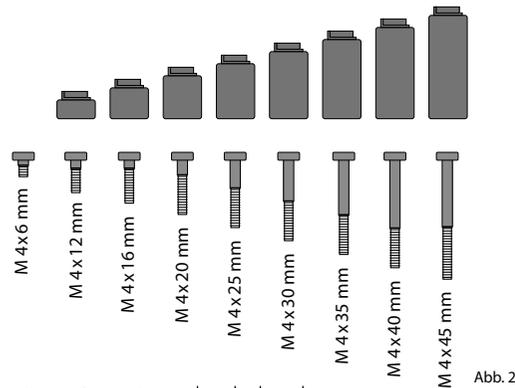

Abb. 2
- 2 Das Grundmaß des Zylinders beträgt 30/10 mm. Im Auslieferungszustand ist der Außenknopf bereits vormontiert. Dem Zylinder beigefügt ist ein Adaptersatz, der es Ihnen ermöglicht den Zylinder auf Türdicken bis 67,5 mm (gemessen Mitte Stulpschraube) anzupassen. Passend zu den Adapterlängen liegen Ihrem Set die entsprechenden Schrauben bei (Abb. 2).